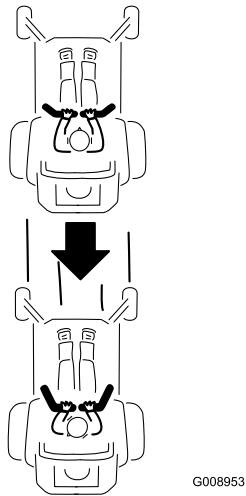

Figure 18
2. Pour faire marche arrière, vérifiez que la voie est libre derrière la machine et sur sa trajectoire tout en tirant lentement les leviers de commande de déplacement en arrière (Figure 18).